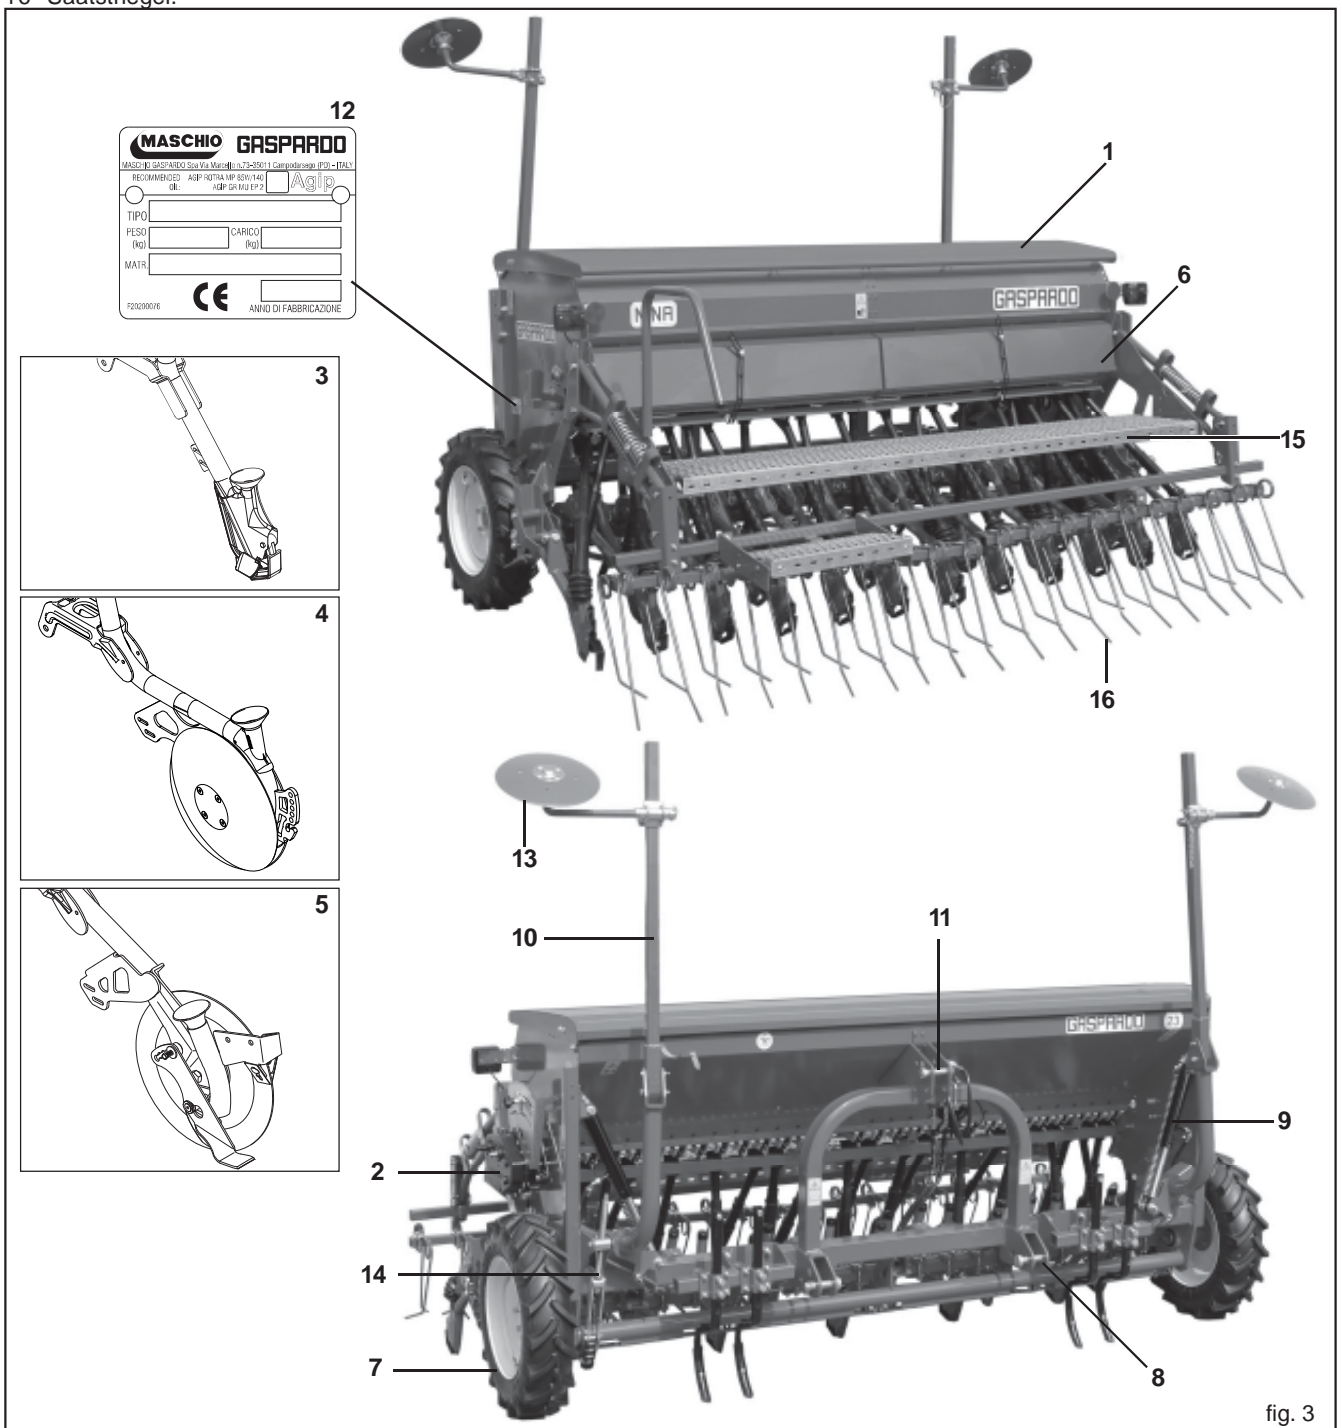

fig. 3
**1.6 ZUSAMMENFASSEND (Fig. 3)**